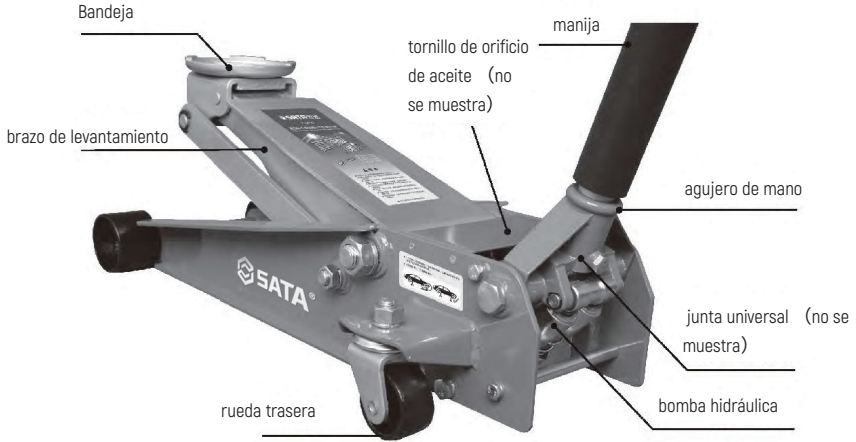

Figura 1
- 2) Inserte la manija en el orificio de mano (vea Figura 1) .
- 3) Gire la manija hacia la izquierda (vea Figura 1) y abra la válvula de retorno de aceite.